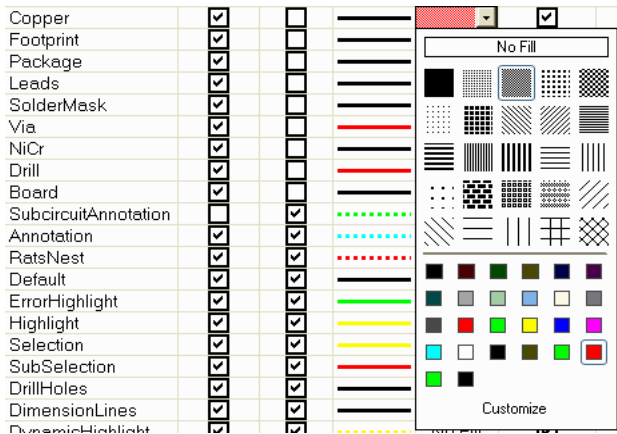
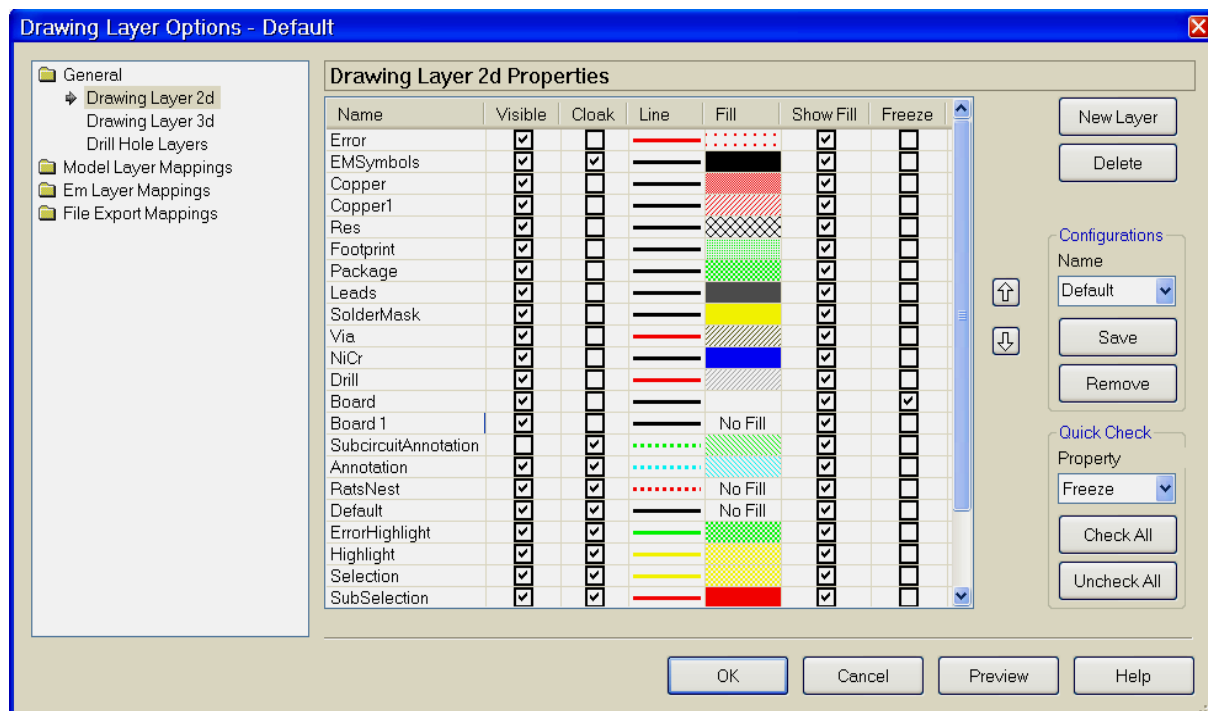

Рис. 6.92
Рис. 6.93
1. Дважды щёлкните в строке **Copper** в столбце **Fill**. Откроется дополнительное окно рис. 6.92. В верхней части этого окна можно определить тип заполнения, а в нижней – цвет. Оставьте тип заполнения по умолчанию, отметьте красный цвет. Этот слой будем использовать для черчения медных проводников на нижнем слое диэлектрика, т.е. на 3-м слое.
- У нас будет два слоя диэлектрика, поэтому потребуется два слоя платы. Отметьте слой **Board** и щёлкните по кнопке **New Layer**. Переименуйте новый слой в **Board 1**. Для слоёв платы отметьте **Visible**, и **Show Fill**. Дважды щёлкните мышкой в столбце **Fill** и выберите сплошное заполнение (чёрный квадратик в левом верхнем углу верхней части выпадающего окошка на рис. 6.92) и белый цвет в нижней части окошка. Обычно эти значения установлены по умолчанию. Слои платы используем только для наглядного отображения структуры при её трёхмерном отображении. Для создания электромагнитной структуры и анализа они не требуются. Окно свойств слоёв для 2-х мерного черчения будет выглядеть, как показано на рис. 6.93.